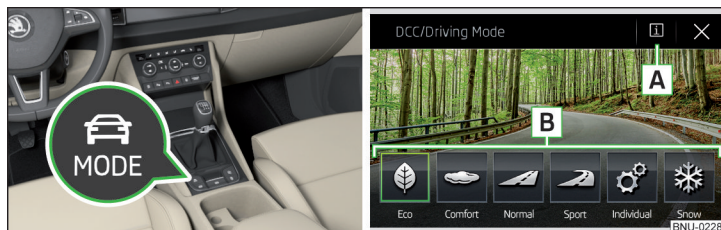

Fig. 290 Tecla para la selección del modo de conducción / Visualización en la pantalla Infotainment
► Presionar la tecla  MODE » fig. 290.
En la pantalla del Infotainment se muestran las siguientes superficies funcionales » fig. 290.
► Por la pulsación de la superficie funcional correspondiente en la pantalla del Infotainment » fig. 290.